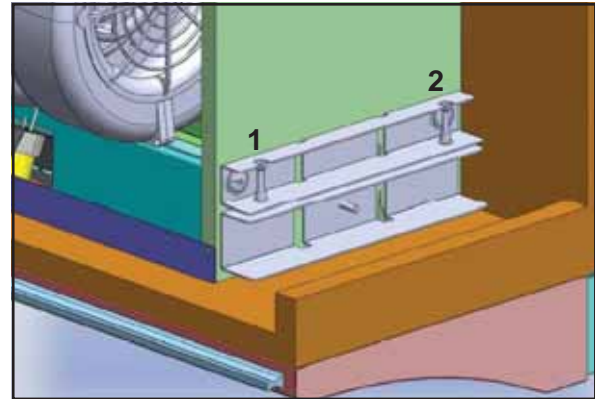

FIG.8
- 7) Installez deux (2) vis 3/16x40 dans les écrous prisonniers de chaque support d'installation supérieur. Serrez les vis pour ajuster la hauteur de la hotte jusqu'à ce qu'il n'y ait plus d'espace entre le dessous de l'armoire et l'avant de la hotte (Fig. 8). Une fois que la hotte est à son emplacement définitif, serrez totalement la vis du support d'installation inférieur de l'étape 6 (Fig. 7-1).